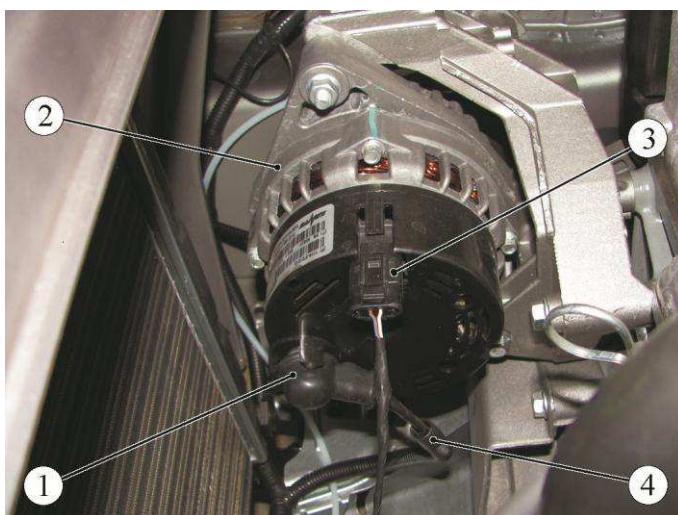

Рисунок 2-8 – Отсоединение клеммы и колодки жгутов от генератора:
- снять защитный колпачок 1, рисунок 2-8, отвернуть гайку крепления и отсоединить от генератора 2 клемму жгута 4 и колодку 3 жгута проводов системы зажигания (ключ кольцевой 13);